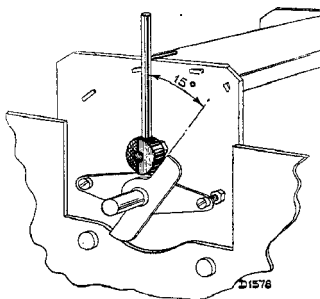

Fig. 2.
3. A 15° template Code No. 09.991.470 (Fig. 2).